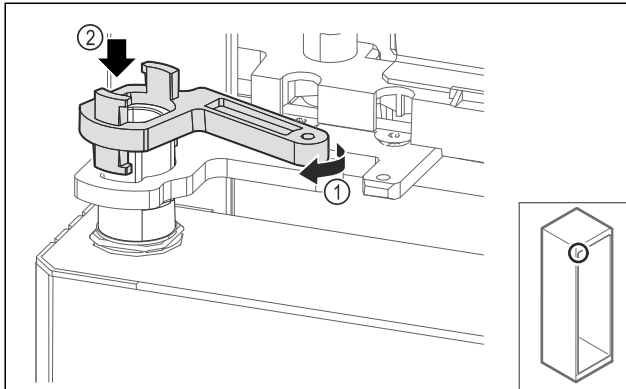

Fig. 70
- ▶ Злегка поверніть механізм блокування опорного кронштейна Fig. 70 (1) та надягніть його на втулку Fig. 70 (2).